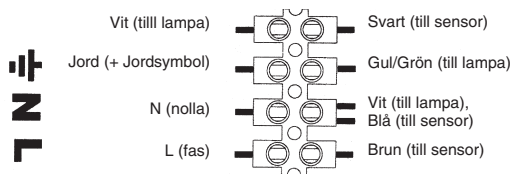

Fig. 2B
5. Tag bort locket till kopplingsboxen, tag bort kabelgenomföringen och dragavlastningen, dra in anslutningskabeln (3G 0,75) genom kabelgenomföring och gummitätning. Anslut nätkabelns tre ledare till kopplingsplint, fas, nolla, skyddsjord (Fig. 2B). Se märkningen i kopplingsboxen.